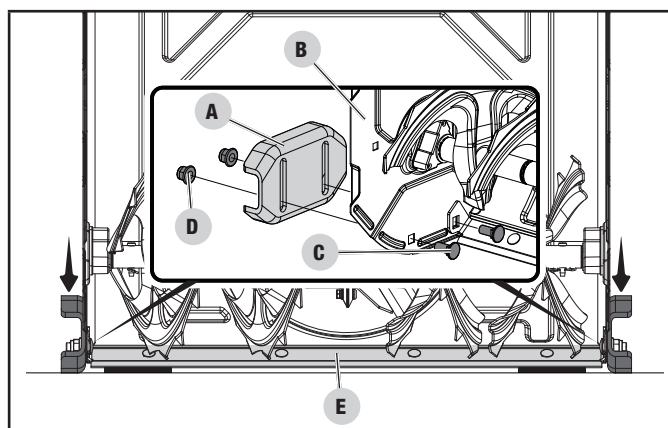

Figure 10
1. Installez les bandes de frottement (A) sur les côtés du logement de la tarière (B) à l'aide de deux (2) boulons à tête carrée M10 x 25 (C). Utilisez une douille profonde de 15mm pour installer deux (2) écrous de blocage en nylon M10 (D), mais les maintenir desserrés (fig. 10). Répétez pour l'autre côté.
4. Glissez deux cales sous la plaque de raclage (E) pour régler la hauteur souhaitée de celle-ci au-dessus de la chaussée. Poussez chaque bande de frottement (A) contre la chaussée et utilisez une douille de 15 mm de profondeur pour serrer l'écrou de blocage de rondelle de bride (D). Serrez bien les boulons. Ne serrez pas de manière excessive (fig. 10).